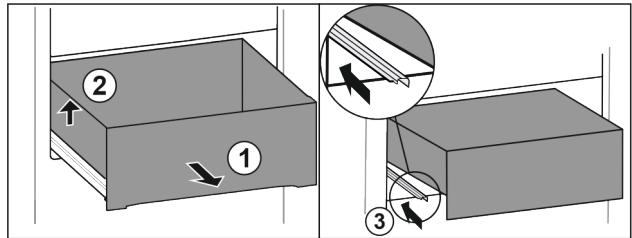

Fig. 90
- Schubfach bis zum Anschlag herausziehen. Fig. 90 (1)
- Schubfach links anheben. Fig. 90 (2)
- Linke Schiene einschieben. Fig. 90 (3)